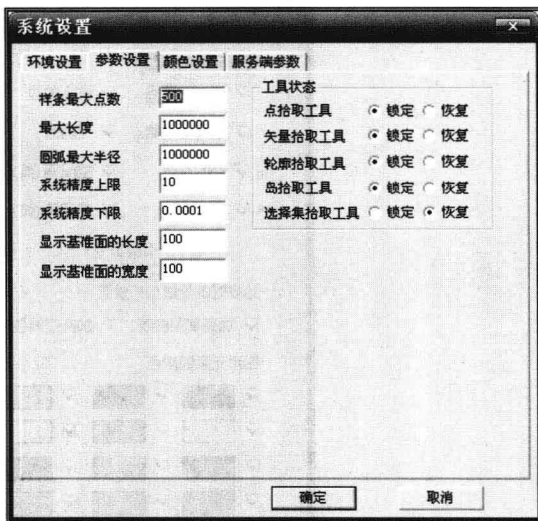

图 1-6 参数设置
② 操作。单击【设置】下拉菜单中的【参数设置】，弹出【参数设置】对话框，选择【参数设置】选项卡（图 1-6）。可以根据需要对参数、辅助工具的状态进行设定。